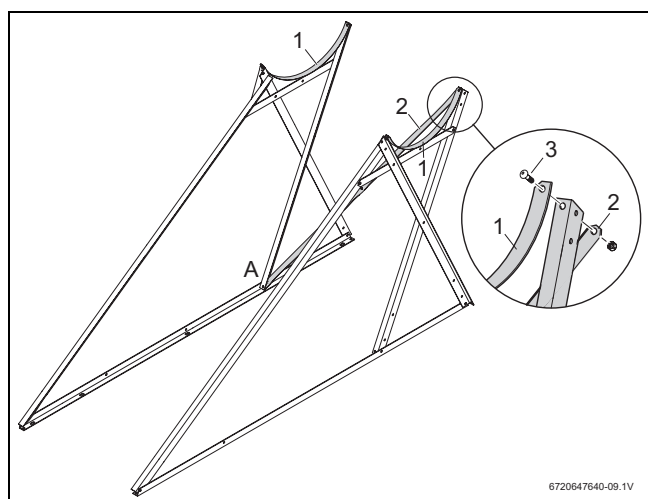

Fig. 14 Montage de la contre-latte
- Assembler par vis les contre-lattes au milieu en croix et les relier aux deux triangles latéraux. Monter également les attaches du ballon (→ fig. 14, [1]). La tête de vis plate (→ fig. 14, [3]) doit être orientée vers le ballon à monter ultérieurement.
- la première contre-latte (→ fig. 14, [2]) soit montée du haut derrière à droite vers le bas devant à gauche (→ fig. 14, [A]).